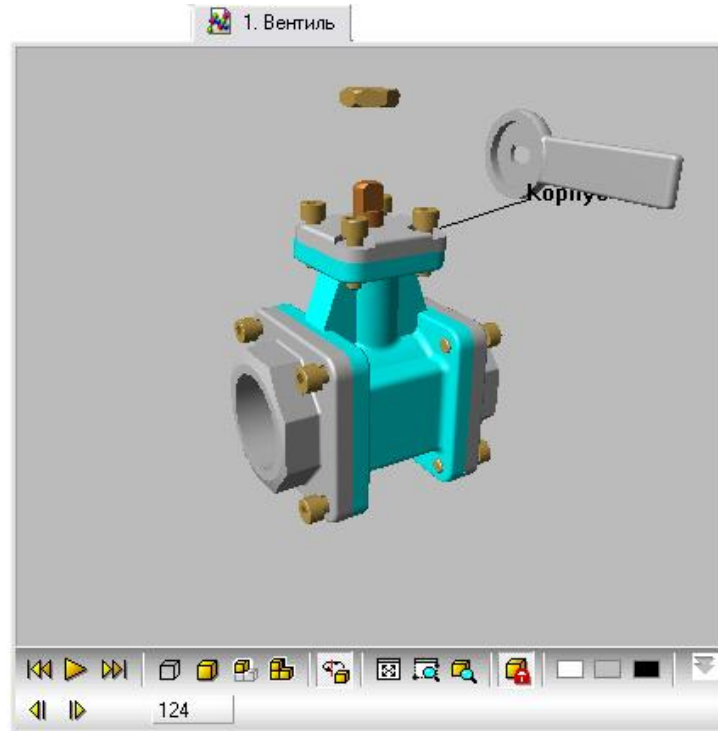

Рис. 120
2. В какой-то момент нажмите на кнопку **Пауза** . Процесс разборки изделия остановится и на дополнительной панели в окошке **Текущий кадр** появится номер кадра, на котором разборка остановлена (Рис. 120).